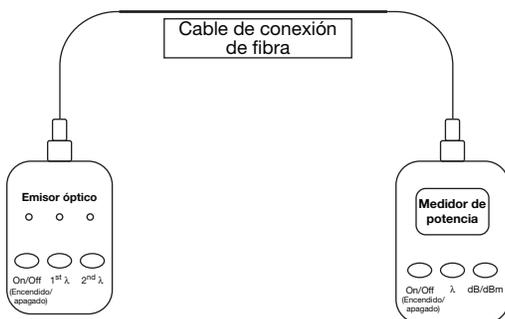

Figura 3
3. Conecte un emisor láser (SM) o LED (MM) a un extremo de la fibra y un medidor de potencia al otro extremo de la fibra. Consulte la Figura 3.